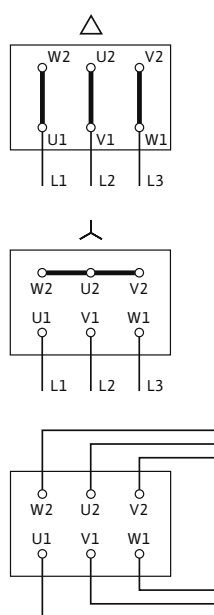

Fig. 17: Alimentation réseau
Le schéma de raccordement électrique se trouve dans le couvercle de la boîte à bornes (voir aussi Fig. 17).
- L'alimentation réseau dépend de la puissance moteur P_2 , de la tension d'alimentation et du type de branchement. Pour le couplage nécessaire des ponts de liaison dans la boîte à bornes, se reporter à la liste suivante « Tab. 4 : Affectation des bornes » à la page 74 et à la Fig. 17.